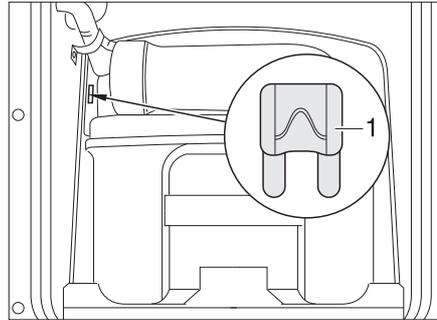
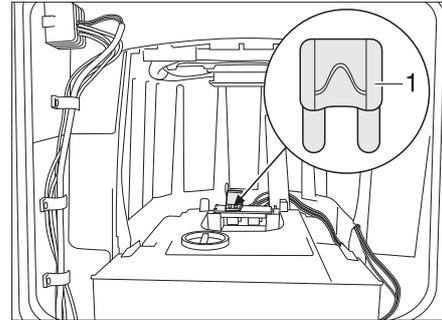

Bild 186 Sicherung der Thetford-Toilette
Bild 187 Sicherung der Thetford-Toilette (Alternative)
- Die Sicherung (Bild 186,1 bzw. Bild 187,1) wechseln.